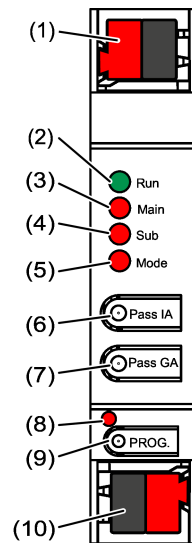

Figura 1: Vista frontal
El LED de estado **Run** indica el estado de las funciones de filtración, (véase figura 1).
- Conectar las líneas de bus con los bornes de conexión KNX (véase figura 1) en los polos correctos.
- Conectar la línea principal al borne de conexión inferior (10). El aparato es alimentado a través de esta conexión.
- Conectar la línea secundaria al borne de conexión superior (1).